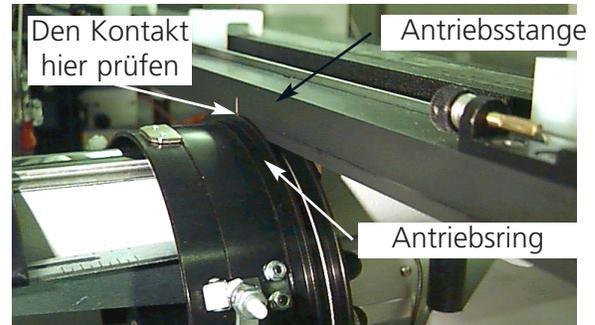

Abbildung 3-6
13. Richten Sie die Schnittstellen-Befestigungsschelle aus. Hierfür bewegen Sie den Rahmen zuerst ganz nach links, indem Sie den X-Wagen schieben. Achten Sie darauf, daß kein Spalt zwischen der Antriebsstange und dem Antriebsring entsteht (siehe Abbildung 3-6). Falls erforderlich, drücken Sie die Stange leicht runter und ziehen Sie die entsprechende Innensechskantschraube an der Schnittstellen-Befestigungsschelle leicht an. Dann schieben Sie den X-Wagen und bewegen den Rahmen ganz nach rechts und wiederholen den Vorgang.